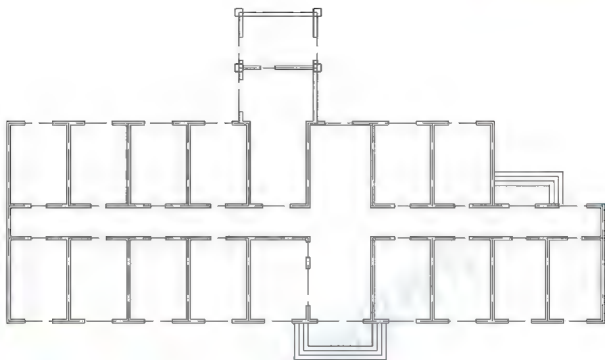

图 6.2 修改后的宿舍楼平面图
- (2) 将图形文件内除【墙】、【室外】和【轴线】外的其他图层冻结。
- (3) 执行菜单栏中的【编辑】|【复制】命令,在选择对象:提示下,输入“ALL”后按 Enter 键,再次按 Enter 键结束命令。
- (4) 执行菜单栏中的【窗口】|【宿舍楼三维模型】命令,将“宿舍楼三维模型”图形文件切换为当前文件,然后执行菜单栏中的【编辑】|【粘贴】命令(组合键 Ctrl+V),在指定插入点:提示下,单击屏幕上任意一点作为图形的插入点。
- (5) 双击滚轮执行【范围缩放】命令。
- (6) 删除散水后将【室外】图层关闭,并把【阳台】图层设为当前层,绘出阳台平面轮廓,结果如图 6.2 所示。
(1) 打开图 6.2 所示的图形文件,并设定【勒脚】图层为当前层,关闭【阳台】和【室外】图层。